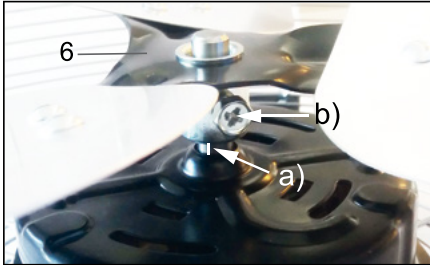

Fig.49: Montering af rotoren
2. Skub rotoren (6) med afstandsholderen i motorens retning på akslen.
*Rotoren må ikke ligge direkte på motoren. Der skal være en synlig afstand mellem afstandsholderen og motoren. Se fig. 49 a).*
3. Skru rotoren fast med den skrue, der findes på siden af afstandsholderen. Se fig. 49 b).